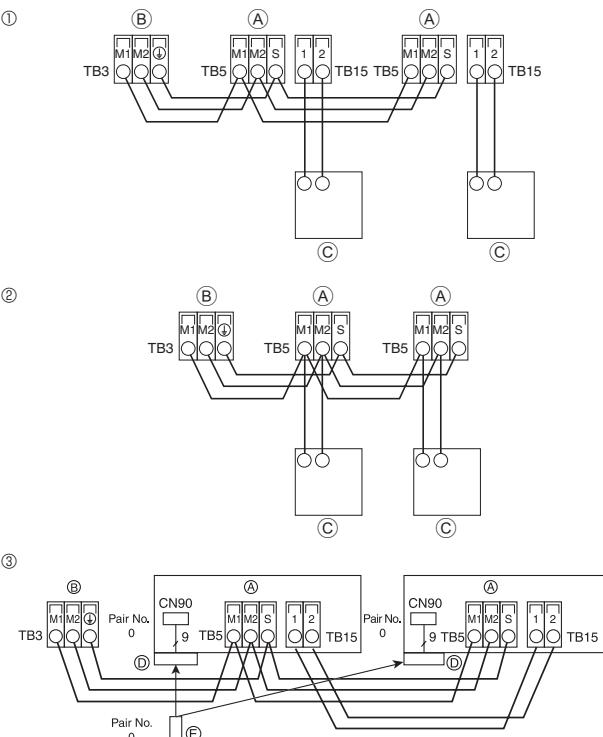
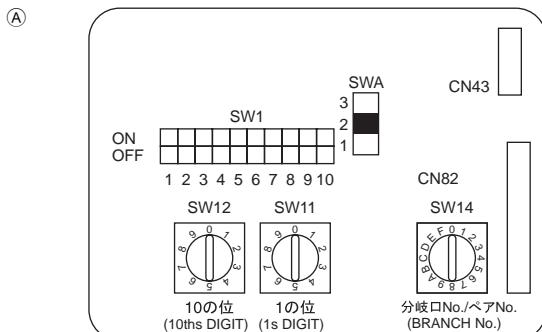

Fig. 6-3
Fig. 6-4
6.4. Conexión de los cables de transmisión del mando a distancia y de las unidades exterior e interior (Fig. 6-3)
- ① Mando a distancia MA
- ② DC 9 a 13 V entre 1 y 2 (Mando a distancia MA)
- ③ Mando a distancia M-NET
- ④ DC 24 a 30 V entre M1 y M2 (Mando a distancia M-NET)
- ⑤ Controlador remoto inalámbrico (al instalar un receptor de señales inalámbricas)
6.5. Configuración de las direcciones (Fig. 6-4)